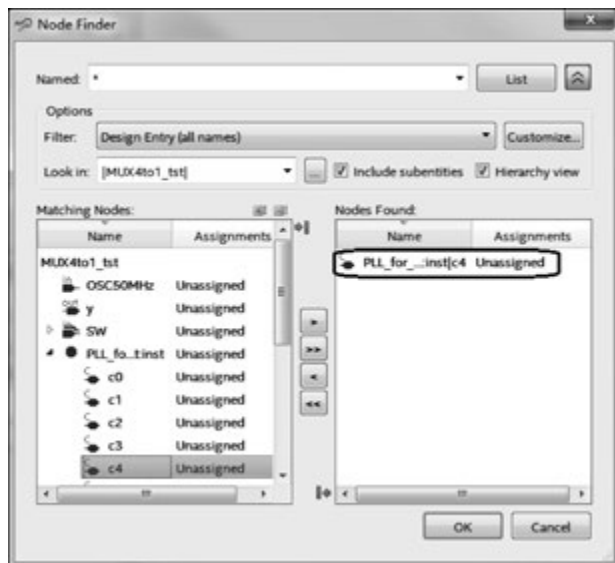

图 3-73 设置采样时钟
(1) 设置采样时钟。在信号配置区,单击 Clock 文本框右侧的浏览按钮 ,在弹出的 Node Finder 对话框中单击 List 按钮,列出工程中所有节点。展开锁相环 PLL_for_MUX4to1_tst: inst,将输出 c4 添加到 Nodes Found 列表中,如图 3-73 所示。单击 OK 按